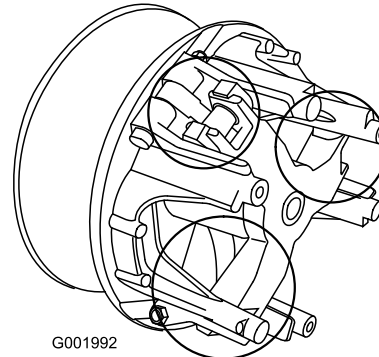

Figura 59
5. Lubrificate le parti in movimento nelle zone contrassegnate da un cerchio nella Figura 59 utilizzando l'aerosol lubrificante a secco Toro, reperibile dal rivenditore o distributore Toro autorizzato di zona.